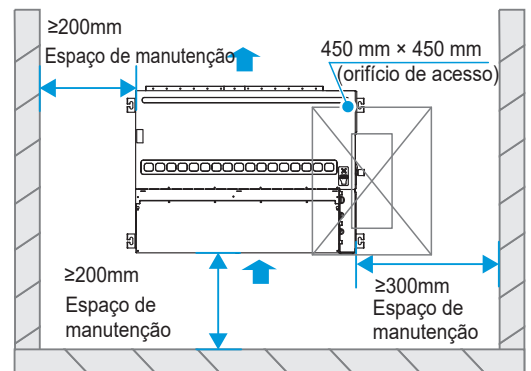

Figura 1
- ✓ Existe espaço suficiente para a instalação e a manutenção. (Consulte a Figura 1)